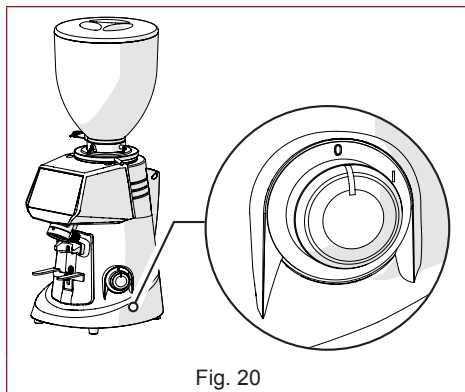
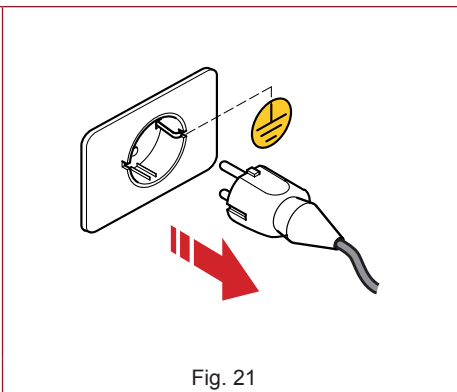

Fig. 20
Fig. 21
**ATTENZIONE!** Prima di eseguire qualsiasi intervento di manutenzione ordinaria sul macinadosatore, scollegarlo dalla alimentazione elettrica ruotando in posizione “O” (OFF) l'apposito interruttore (Fig. 20) e scollegare la spina di alimentazione dalla relativa presa (Fig. 21).